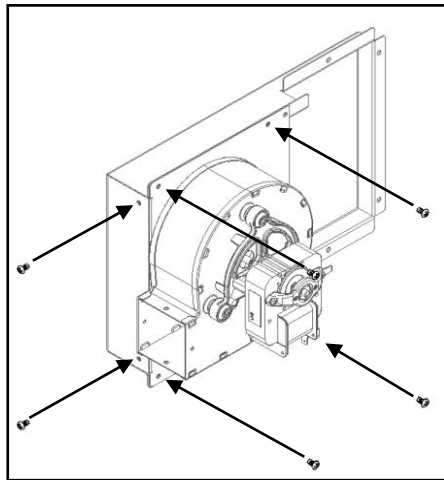

Figura 125 - Fixação apoio com o ventilador
c) Apertar o conjunto da Figura 125 na face lateral da câmara de combustão utilizando 6 parafusos **A** (DIN 7981 FA 4,2x13) nos furos preparados para o efeito.